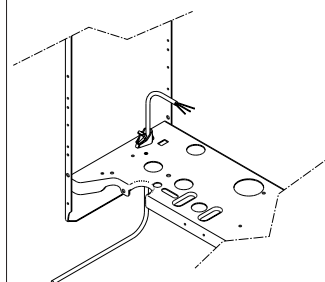

Fig. 3.6
- introduire le câble du thermostat d'ambiance dans le serre-câble du châssis (fig. 3.6),